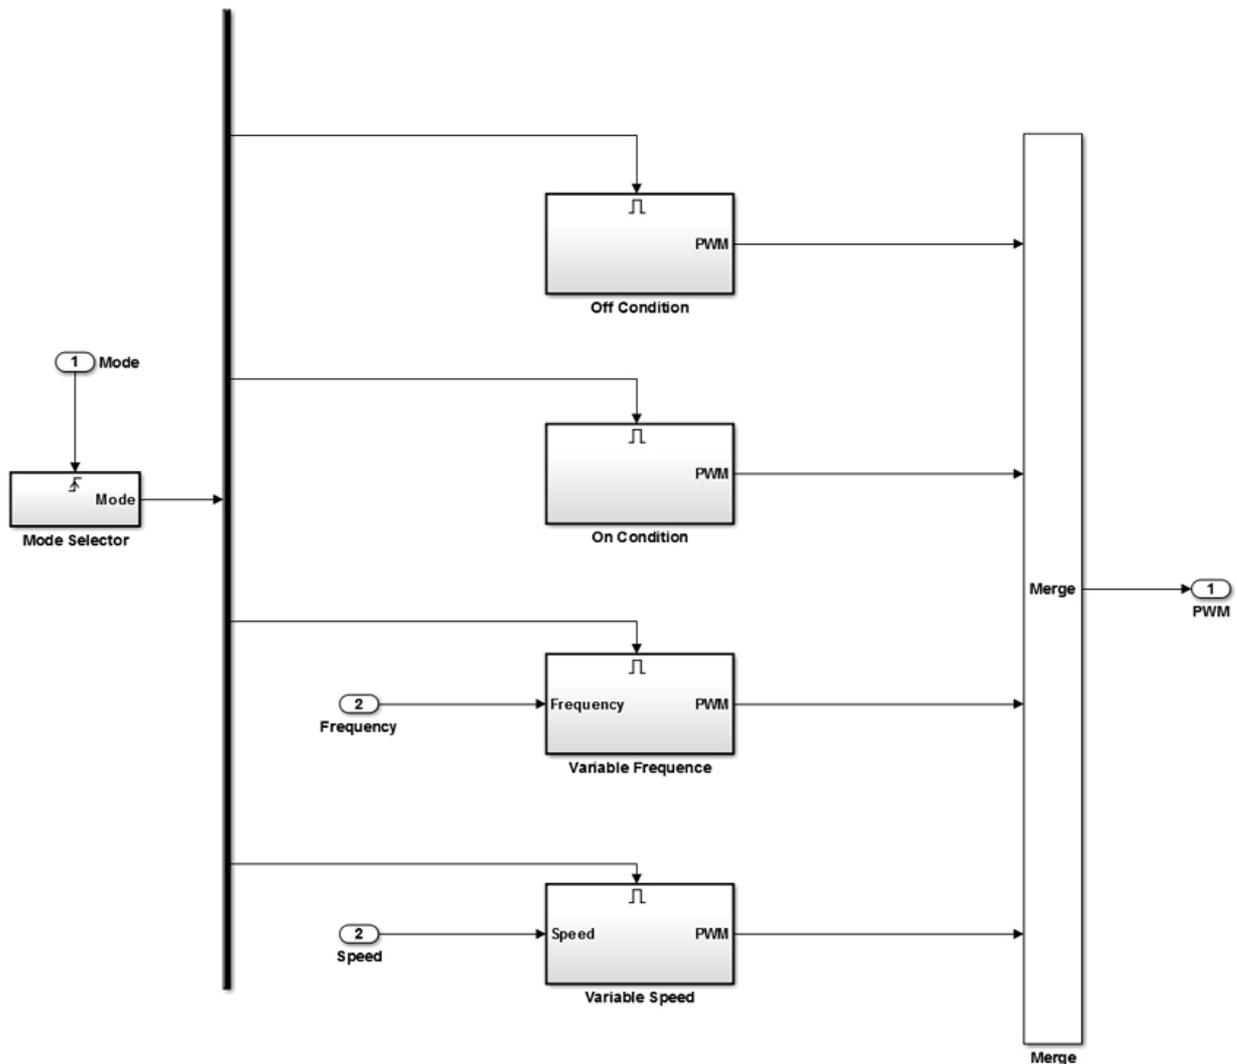

Рисунок 2. Подсистема режимов. Условные подсистемы могут своевременно реагировать на ввод данных пользователем.
- Режимы (рисунок 2). Благодаря большой библиотеке блоков студенты могут проектировать планировщик, который управляет режимами функционирования.